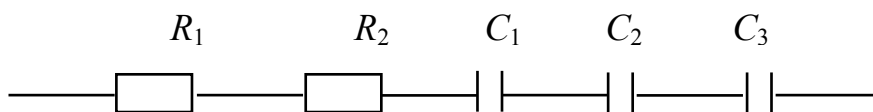

Рис. 4. Схема соединения резисторов и конденсаторов
2. Построить модель надежности и определить вероятность безотказной работы при электрическом соединении элементов, изображенном на рис. 4, если все элементы равнонадежны с вероятностью безотказной работы 0,9 каждый. Отказы конденсаторов – «короткое замыкание», резисторов – «тепловая деструкция».